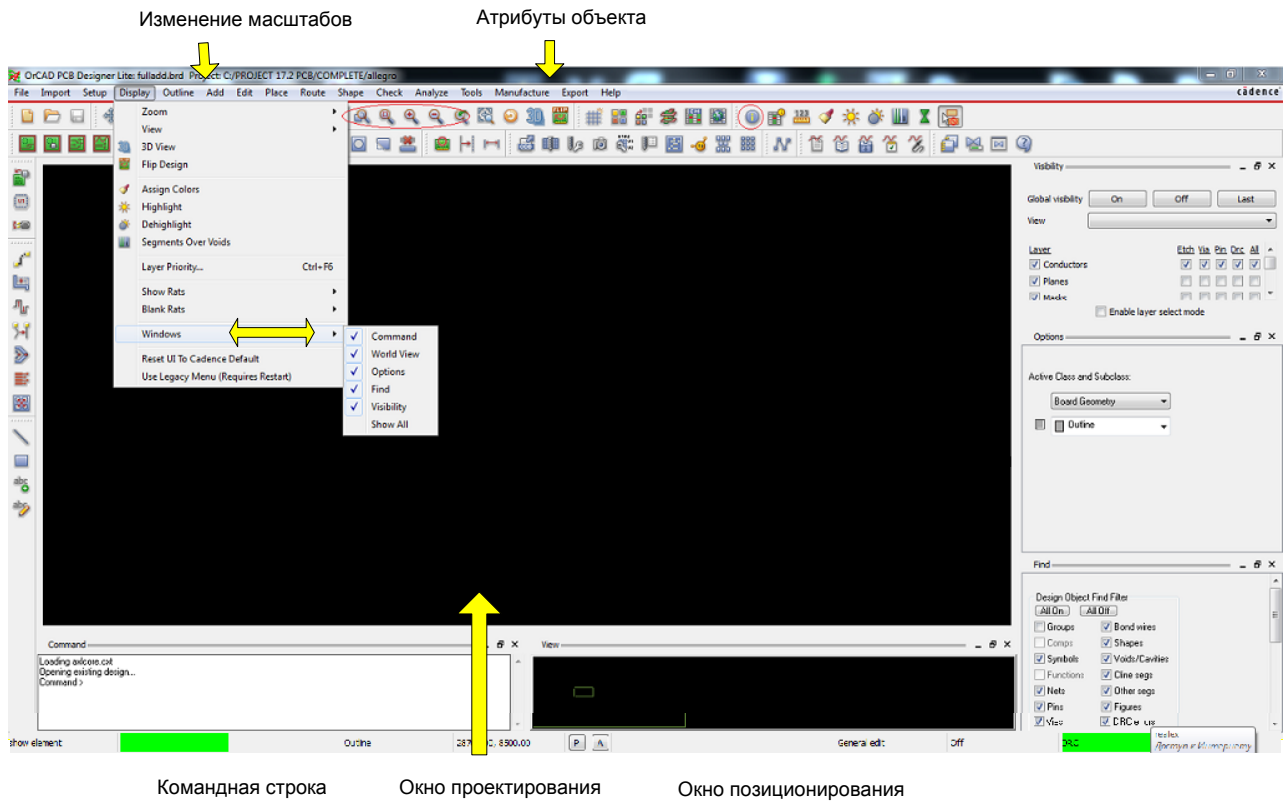

Рис. 21.6. Окно редактора печатных плат OrCAD PCB Design
8. После выполнения команды Create Netlist открывается окно редактора печатных плат OrCAD PCB Design (рис. 21.6). Выбрав Display>Windows, можно открыть нужные окна и панели.
Окно редактора OrCAD PCB Design содержит большое количество вспомогательных панелей и инструментов, с которыми мы будем знакомиться по мере изучения процесса проектирования печатных плат. Некоторые панели и окна показаны на рис. 21.6. Перемещение объекта в окне проектирования выполняют, используя окно позиционирования.